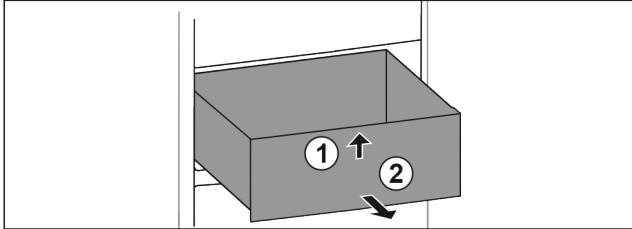

Fig. 69
- ▶ Підняти висувний ящик спереду. Fig. 69 (1)
- ▶ Вийняти висувний ящик рухом вперед. Fig. 69 (2)